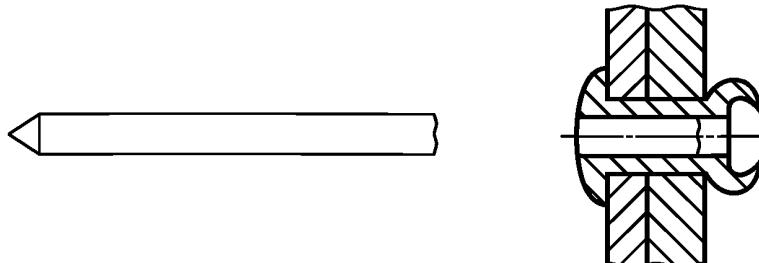

Рисунок 11 — Открытый конец
**2.3.1 открытый конец (open end):** Корпус заклепки со сквозным отверстием, который может использоваться с любым типом сердечника (рисунок 11).